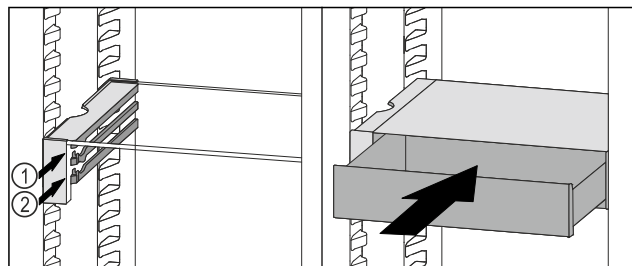

Fig. 168
- Posizionare il cassetto VarioSafe dietro i tappi sulla nervatura desiderata Fig. 168 (1) o Fig. 168 (2).